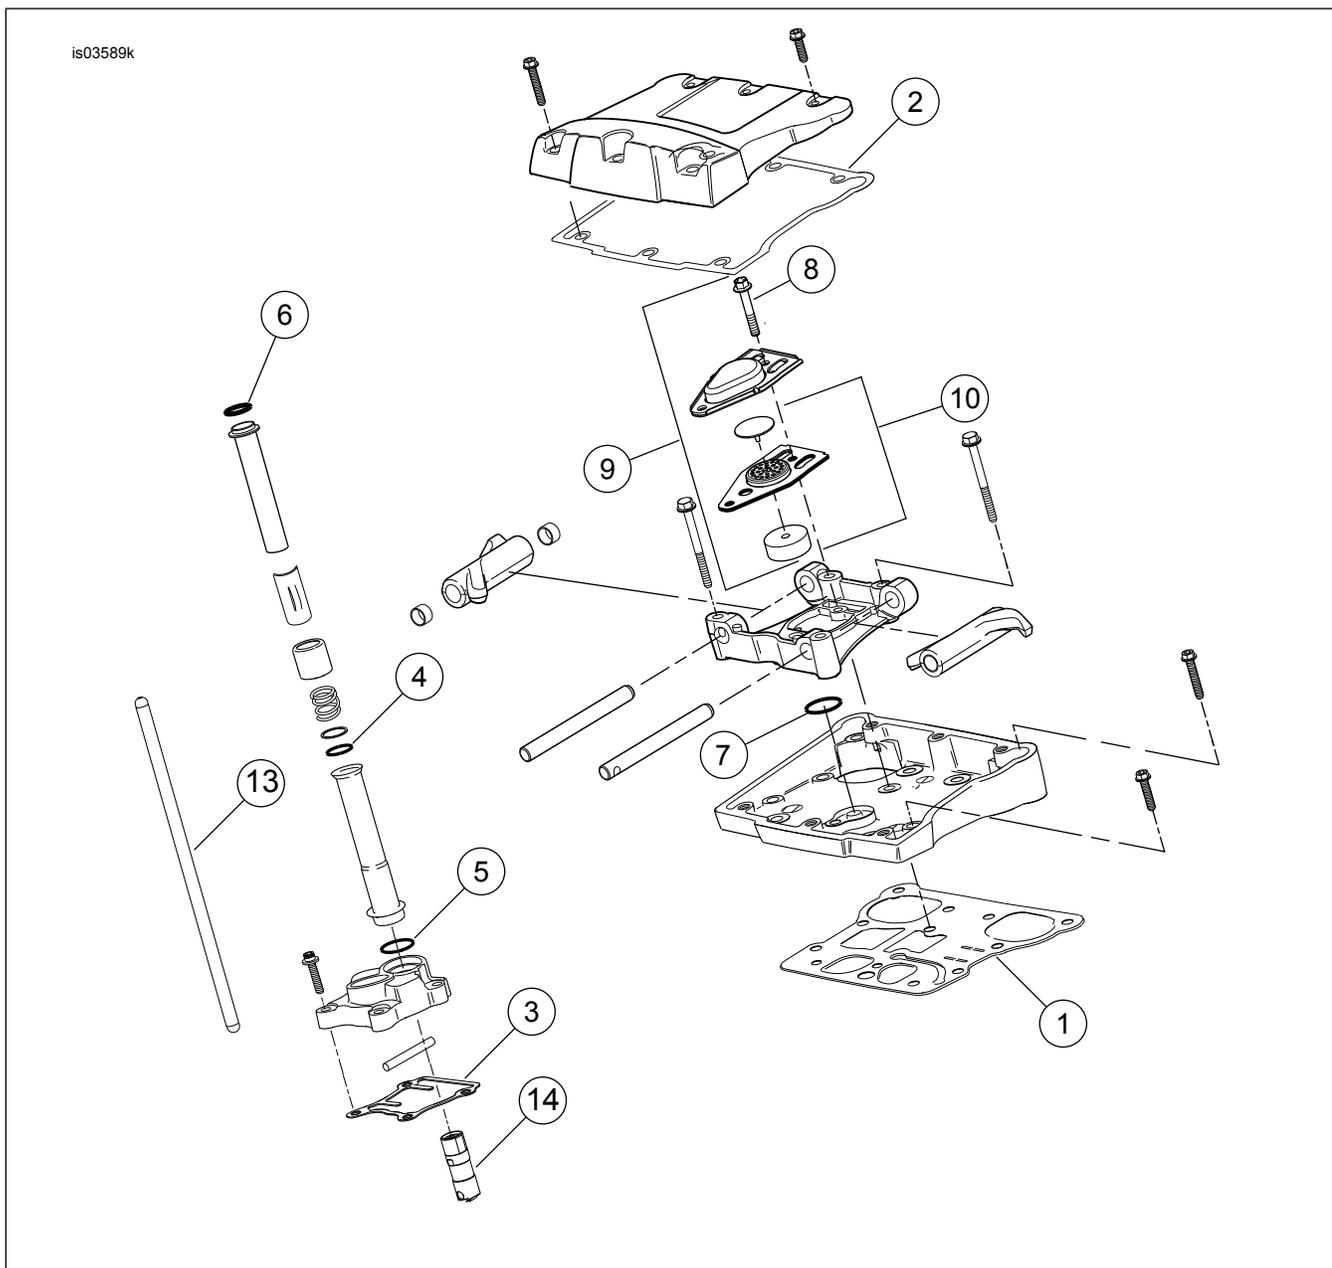
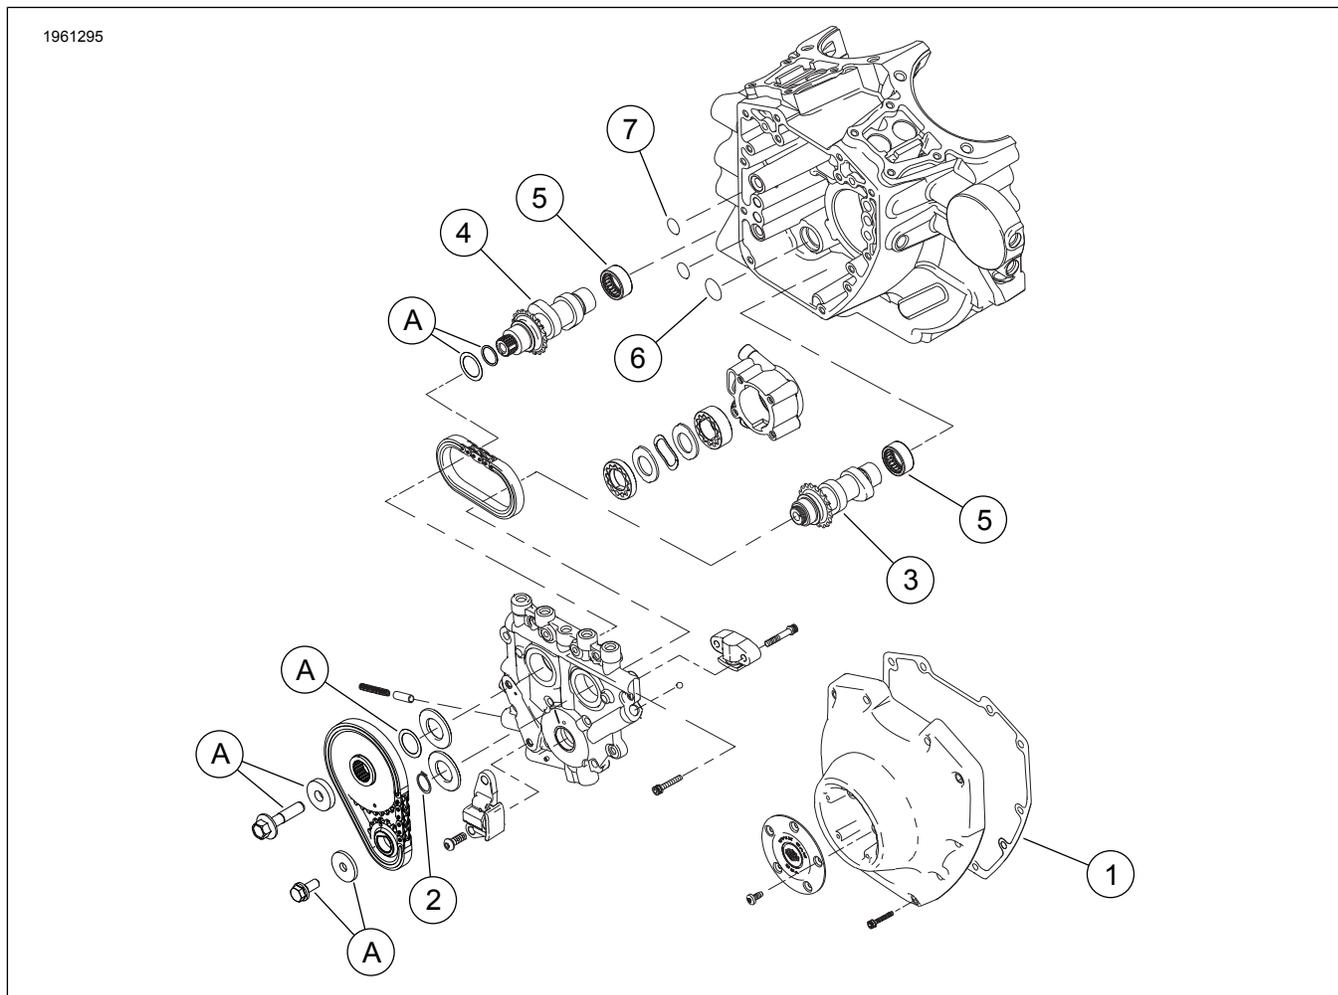

Figura 2. Parti di ricambio: Kit Stage 4 Screamin' Eagle TC 103 (1.690 cm³)
Figura 3. Parti di ricambio: Kit Stage 4 Screamin' Eagle Pro TC 103 (1.690 cm³)
Vedere dalla Figura 2 alla Figura 3, e dalla Tabella 2 alla Tabella 3.
1. Vedere Figura 3 Controllare i cuscinetti a rulli dell'albero a camme (5) e sostituirli se necessario.
2. Vedere dalla Figura 2 alla Figura 3. Montare le camme sulla piastra dell'albero a camme, sulle testate dei cilindri ad alte prestazioni e sulla parte superiore del motore utilizzando i componenti del kit. Vedere il manuale di manutenzione.